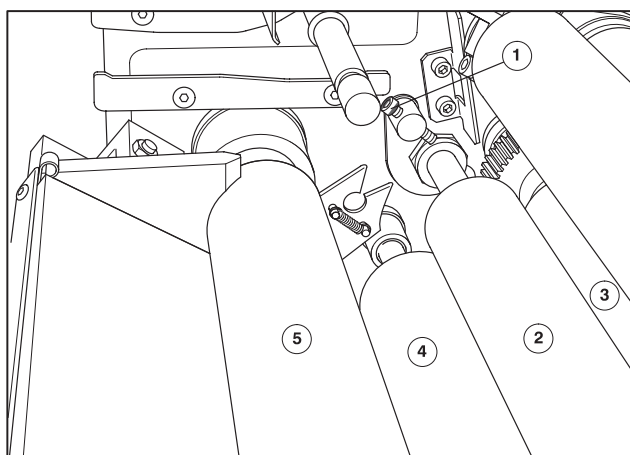

Рис. 33 Регулировка 1-го передаточного валика
- ❶ Установите ширину полос краски между 1-ым передаточным валиком (Рис. 33/❷) и растирочными валиками (Рис. 33/❸ и 33/❹) на 4 мм с помощью черного регулировочного винта (Рис. 33/❶)
- Ширина красочных полос к дуктору (Рис. 33/❺) и грузовому валику (Рис. 33/❹): по 3 мм. Ширина полос краски не регулируется. Если ширина этих полос существенно отличается от указанного значения, нужно заменить красочный передаточный валик.